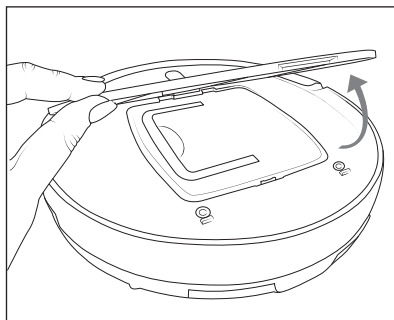

Fig. 5
- 1) Îndepărtați capacul **13** recipientului de praf **12** și trageți-l de mâner din aparat (a se vedea fig. 5 și 6).